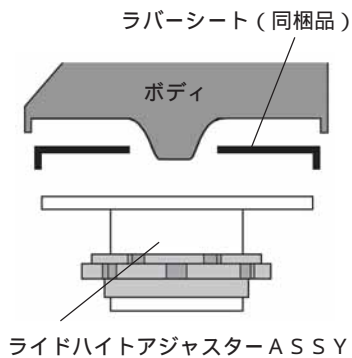

図4-1 (同梱品)
1. 図4-1を参考に、ラバーシート（同梱品）ライドハイトアジャスターASSY（同梱品）を車両に取付けてください。（図4-1）